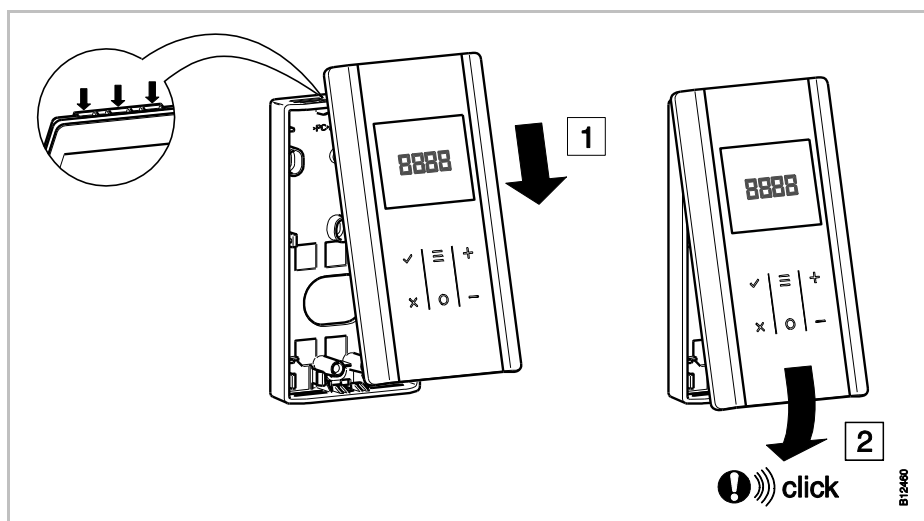

Fig. 15: Stäng den trådlösa rumsenheten
- ▶ Stäng den trådlösa rumsenhetens täckåpa. → Se sidan 32, Fig. 15